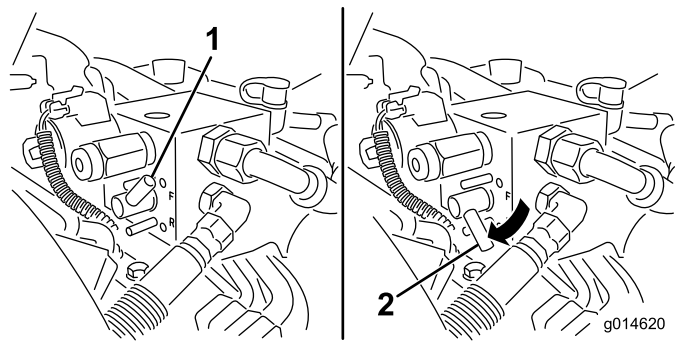

Figura 52
5. Girate la leva di lappatura in posizione di RETROMARCIA (R) (Figura 52).